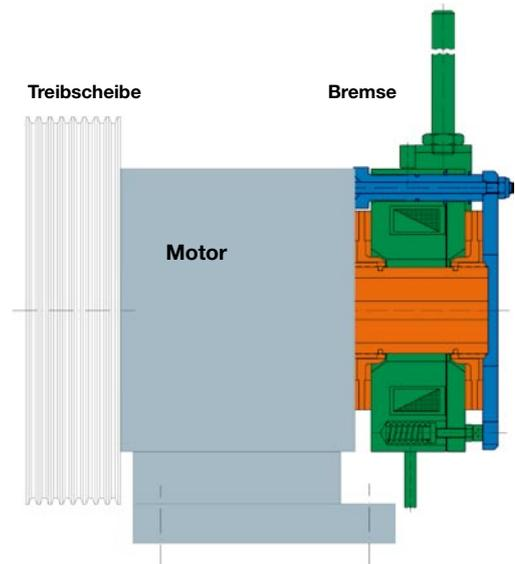

Bild 2
In Personenaufzügen als Haltebremse und Absturzabsicherung nach oben (siehe Bild 2 und 3).
**Bremsenanbau** am Lagerschild des Motors oder eigenem Anbauflansch mit Wirkung auf die Treibscheibenwelle (siehe Bild 2 und 3).